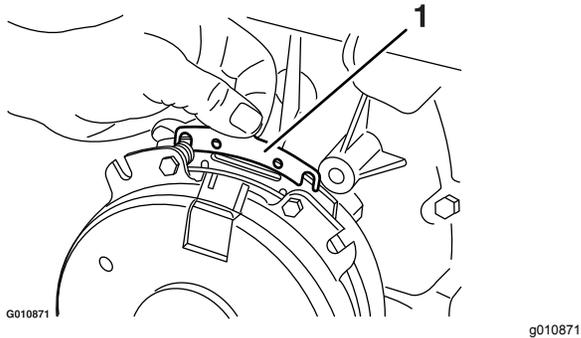

Figura 80
- B. Usando un alicate de punta fina, o a mano, sujete la pestaña y retire el suplemento (Figura 80).
Retire cualquier acumulación de hierba, suciedad u otros residuos de la rejilla del motor. Esto ayuda a asegurar una refrigeración adecuada y una velocidad de motor correcta, y reduce la posibilidad de sobrecalentamiento y daños mecánicos al motor (Figura 80).